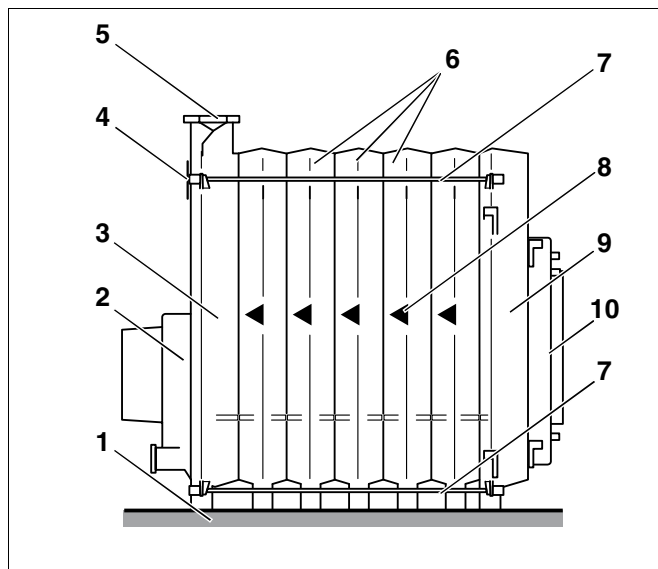

Fig. 8 Kedelkrop
Samlingen af kedelkroppen foregår altid bagfra og fremad, idet man starter med bagelementet (fig. 8, pos. 3, side 17). Forelementet (fig. 8, pos. 9, side 17) skal altid monteres sidst.
Under samlingen skal du altid holde øje med retningspilene for monteringen (fig. 8, pos. 8) og udføre monteringen i overensstemmelse med følgende anvisninger og figurer.